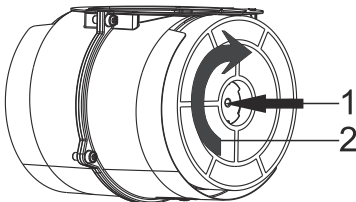

Fig. 5: FILTRO A CARBONE
- 1-Posizionare il filtro a carbone nella sua sede. Fig. 5
- 2-Ruotare il filtro a carbone in senso orario, assicurarsi che esso sia completamente in sede. Fig. 5